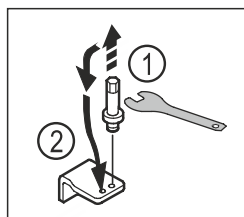

Fig. 22
- Čap dolnej ložiskovej kontroly vyskrutkujte vonkajším kľúčom na šesťhrannú maticu SW5. Fig. 22 (1)
- Nasadíte čap na opačnú stranu. Fig. 22 (2)